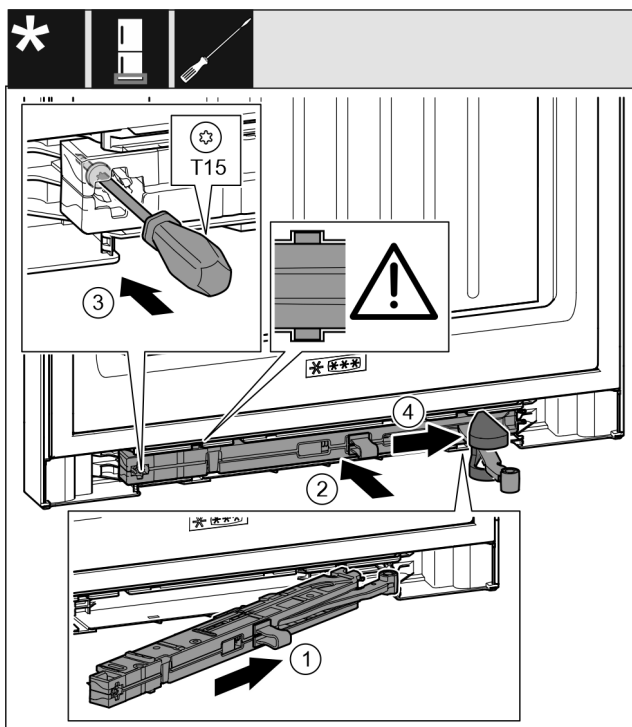

Fig. 66
- ▶ Jednotku tlumiče zavírání Fig. 66 (1) na straně stojanu ložiska zasuňte až na doraz šikmo do vybrání.
- ▶ Jednotku tlumiče zavírání Fig. 66 (2) zcela zasuňte do výklenku.
- ▶ Šroubovákem šroub Fig. 66 (3) pevně utáhněte.
- ▶ Posuňte kryt Fig. 66 (4) přes kloub.